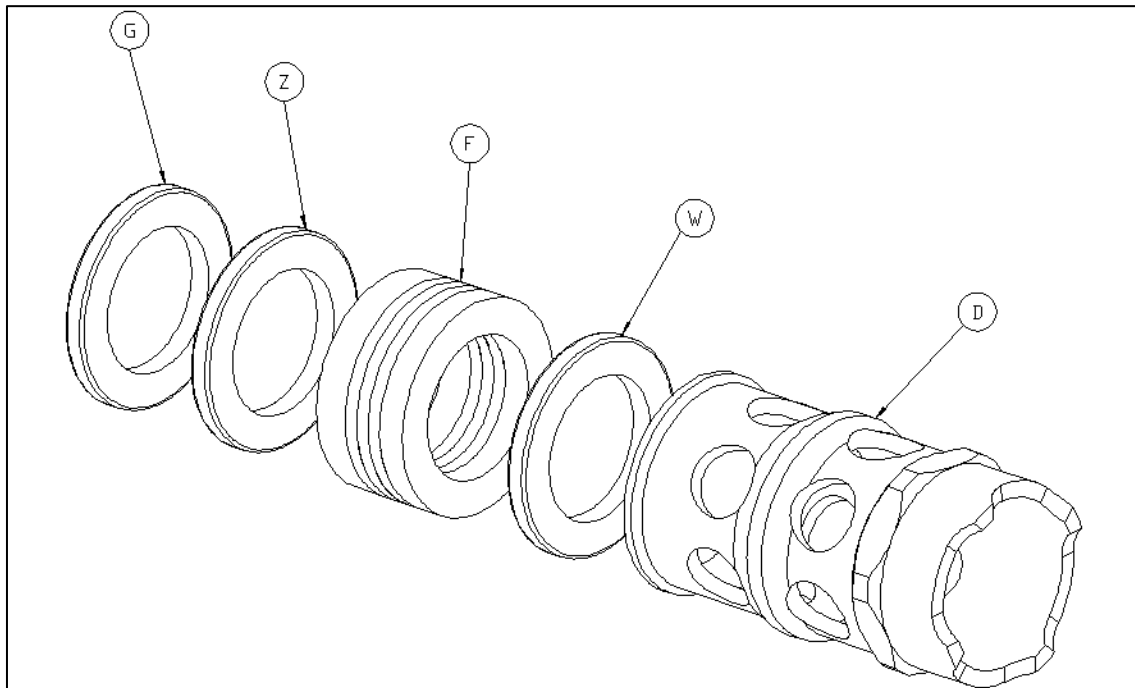

ABBILDUNG 4.4.14
Zur Verlängerung der Lebensdauer der Packungen können besondere Antiextrusionsringe und Lagerringe verwendet werden (Abbildung 4.4.14; Z, W), die aus hochwertigem Plastik hergestellt wurden. Normalerweise werden zwei Ringe pro Kolben verwendet, einer (W) vor der Packung (F) auf der Druckseite zur Maschinenvorderseite gerichtet, und einer (Z) direkt nach der Packung (F), vor der Packungsunterlegscheibe (G) aus Bronze; in einigen Konfigurationen ist die Unterlegscheibe (G) nicht vorhanden.
Siehe Abbildung 4.4.14 und Montagezeichnung in der Sektion 5 – ERSATZTEILKATALOG.
ACHTUNG: Bei einigen Spezialausführungen werden zusätzliche Antiextrusionsringe in der Packung verwendet. Siehe spezifische Zeichnungen in der Sektion 5 – ERSATZTEILKATALOG oder Abbildung 4.4.14.